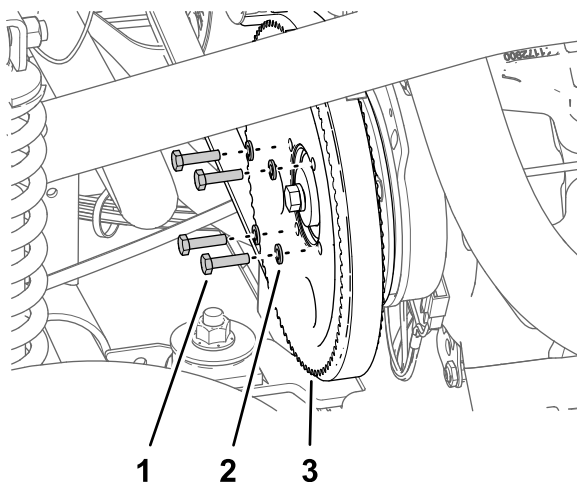

Figura 178
3. Retire los 4 pernos ($\frac{1}{4}$ " x 1") y las 4 arandelas de freno ($\frac{1}{4}$ ") que sujetan la polea a la bomba de fumigación (Figura 178).